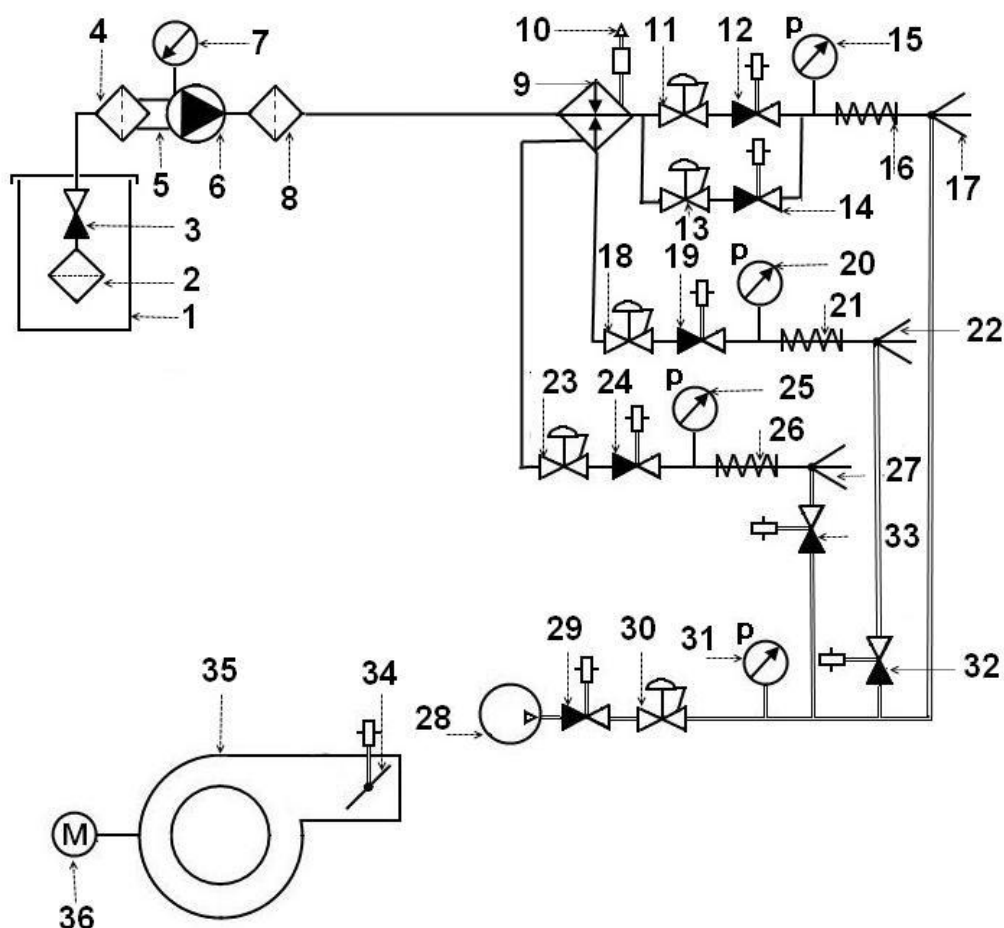

Рис.3 Функциональная схема горелок AL-120V .
***Для горелки AL-120V (трех форсуночной). Рис. 3***
Подача топлива осуществляется (см.рис.3) из расходного бака (поз.1) по топливной линии через сетчатый фильтр (поз. 2), обратный клапан (поз.3), самоочищающийся фильтр (поз.4) на всас топливного насоса (поз.6), излишки топлива по топливопроводам циркуляции (поз.5) возвращаются в топливный фильтр (поз.4), далее топливо поступает в топливный насос (поз.6) фильтр тонкой очистки (поз.8), подогреватель топлива (поз.9). Затем открывается электромагнитный клапан ступени розжига 1 (поз.12) и топливо поступает через регулятор давления топлива ступени розжига 1 (поз. 11) и подогреваемый трубопровод (поз.16) на форсунку (поз.17). Разрежение на всасе насоса контролируется вакууметром (поз. 7). Давление топлива на форсунку контролируется с помощью манометра (поз.15)
Через 15 секунд после открытия топливного клапана ступени розжига 2 подается электрический сигнал на открытие воздушной заслонки в положение первая ступень (Рис.12 поз.2). Электропривод начинает поворачивать заслонку увеличивая поток «вторичного» воздуха. В промежуточном положении воздушной заслонки кулачковый механизм подает сигнал на открытие электромагнитного клапана первой ступени (Рис.3 поз.24) и через регулятор давления топлива (Рис.3 поз. 23) топливо поступает на форсунку первой ступени (поз.17) обеспечивая работу горелки на 2/3 мощности.
Через 15 секунд после открытия топливного клапана первой ступени подается электрический сигнал на открытие воздушной заслонки в положение вторая ступень (Рис12 поз.3) красный кулачек. Электропривод начинает поворачивать заслонку увеличивая поток «вторичного» воздуха. В промежуточном положении воздушной заслонки кулачковый механизм (черный кулачек) (Рис.12 поз.4) подает сигнал на открытие электромагнитного клапана второй ступени (Рис.3 поз.24) и через регулятор давления топлива ( Рис. 3 поз. 23) , топливо поступает на форсунку (Рис.3 поз. 22) обеспечивая работу горелки на полную мощность. Воздушная заслонка останавливается в положение вторая ступень (красный кулачек) (Рис.12 Поз.3)
Через 10 секунд после открытия топливного клапана ступени розжига 2 подается электрический сигнал на открытие воздушной заслонки в положение первая ступень (Рис.12 поз.П). Электропривод начинает поворачивать заслонку, увеличивая поток «вторичного» и происходит открытие электромагнитного клапана первой ступени (Рис.3 поз.24) и через регулятор давления топлива (Рис.3 поз. 23) топливо поступает на форсунку первой ступени (поз.17) обеспечивая работу горелки на 1/2 мощности.